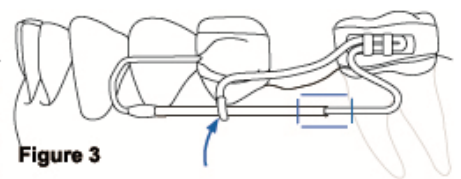

Figure 3
5. Gör färdigt bajonetten med en ögla (pil) för att omge riktaren. Tänk på hur A och B förhåller sig till varandra enligt inledningstexten. Bild 3
6. För enheten framåt med tången. Kontrollera hur allting rör sig och tillslutningsavståndet. Anpassa vid behov den fria änden på riktaren och/eller bajonetten. Bild 3 – "öppen låda"